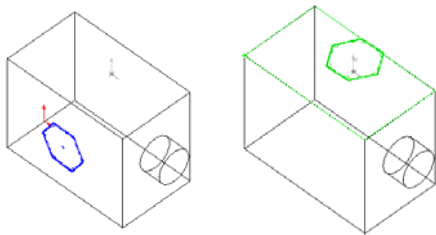

图 2-5 更改绘制草图基准面前后的草图
4. 单击按钮后，就更更改了绘制草图的基准面，如图 2-5 所示。